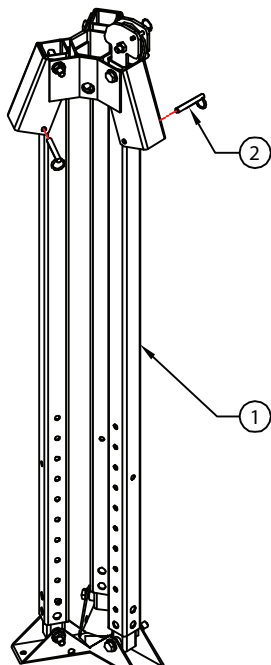

FIG. 1
1. Coloque el trípode [1] en posición plegada en el suelo con las bases de las patas hacia abajo (vea la Fig. 1).
2. Retire los pasadores de retención de las patas [2] de los 3 lugares del cabezal del trípode (vea la Fig. 1).